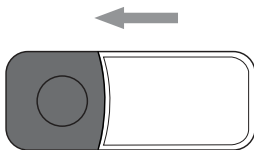

Fig. 2
- ◆ Sostenga el soporte mural ⑩ sobre el lugar de montaje deseado para marcar las posiciones para los dos taladros necesarios (altura máxima de 2 m). Marque los taladros con un lápiz en los dos orificios para colgar ⑪.
- ◆ Taladre los dos orificios con una broca de 5 mm para insertar los tacos ⑭ suministrados.
Tras esto, desplace el emisor hacia el botón del timbre ⑦ de forma que las pestañas se deslicen por los carriles de los alojamientos hasta que el emisor quede firmemente asentado sobre el soporte mural ⑩ (consulte la fig. 2).